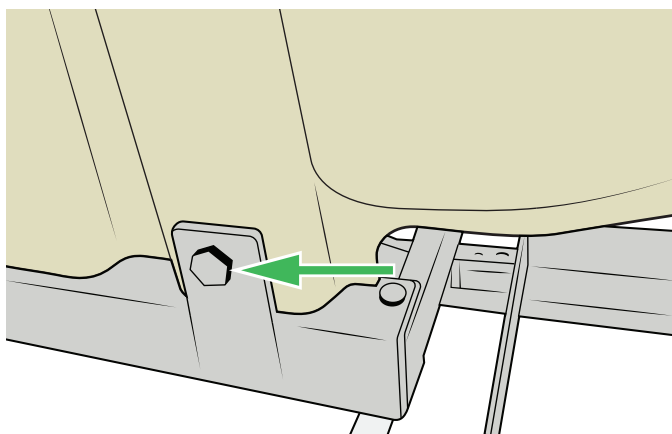
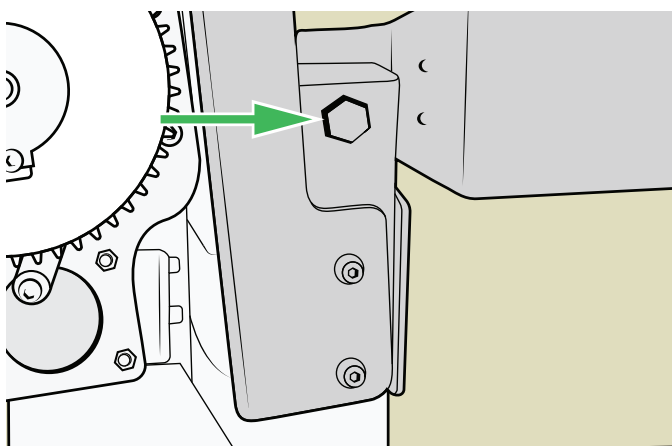

Figure 58
Figure 59
36. Retirez les quatre boulons (deux de chaque côté) pour séparer la baignoire du châssis. Voir Figure 58 et Figure 59.